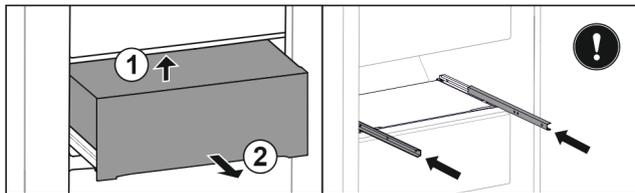

Fig. 46
- ▶ Schubfach von unten hinten anheben. Fig. 46 (1)
- ▶ Schubfach nach vorne entnehmen. Fig. 46 (2)